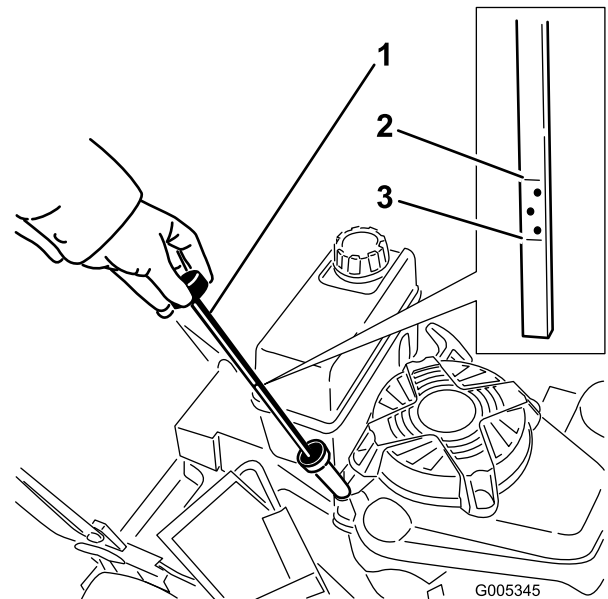

Figura 12
Antes de cada uso, compruebe que el nivel de aceite está entre las marcas Añadir y Lleno de la varilla (Figura 12).
2. Limpie alrededor de la varilla (Figura 12).
6. Observe en la varilla el nivel de aceite (Figura 12).